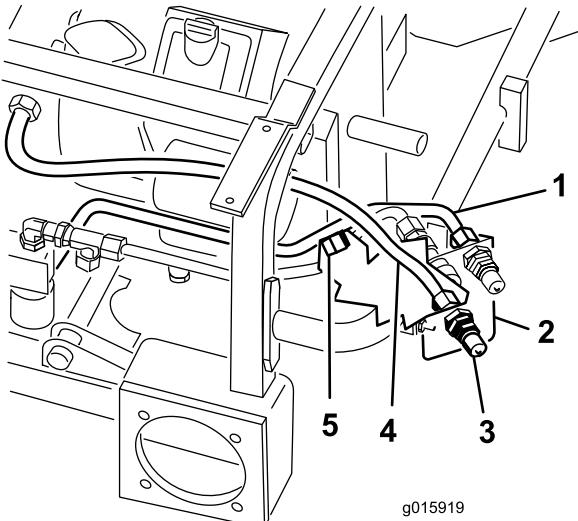

Figura 16
8. Collegate, senza serrarlo, il tubo (flessibile) idraulico numero 5 all'accoppiatore maschio inferiore (Figura 16). L'altra estremità del tubo verrà installata alla fase 10.